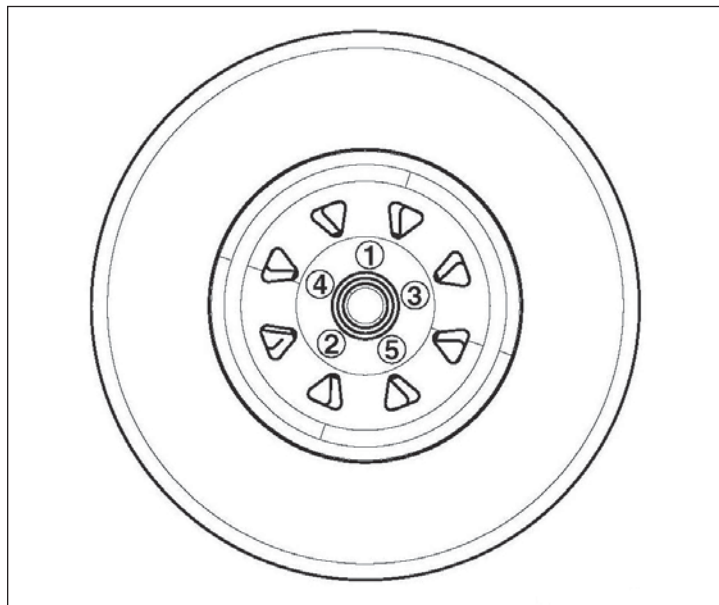

Рисунок 39
6. Закручивайте зажимные гайки в шахматном порядке (рис. 39).